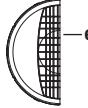

Fig. 3
**Fig. 2:** Tacklameller (e) för att begränsa detekteringen detektionsområdet.**Fig. 2:** Rajauslevyllä (e) voidaan rajoittaa valvonta-aluetta.**Fig. 2:** Dekk med lameller (e) for å begrense deteksjonsområdet.**Fig. 2:** Blinds (e) are clipped to restrict detection area.**Fig. 3:** Ljussensor 1 för mätning av punktljus, ljussensor 2 för mätning av omgivande ljus.**Fig. 3:** Valoisuusanturi 1 pistemäiseen valoisuuden mittaukseen, valoisuusanturi 2 ympäristön valoisuuden mittaukseen.**Fig. 3:** Lyssensor 1 for punktlysmätning, lyssensor 2 for mätning av omgivelseslys.**Fig. 3:** Light sensor 1 for point light measurement, light sensor 2 for ambient light measurement.**Förhindra störningskällor****Poista häiriölähteet****Avgrens deteksjonsområdet****Exclude sources of interference**